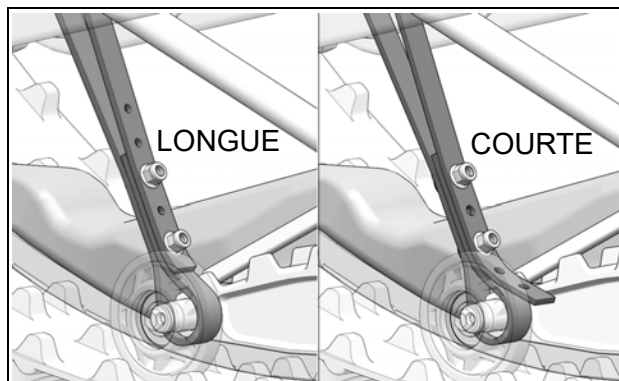

Figure 22
- Glisser la courroie vers le bas ou vers le haut de façon à aligner les trous de la position désirée aux boulons de la courroie. Figure 22.